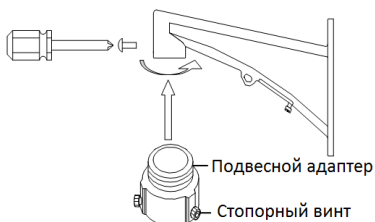

Рисунок 2-16 Подвесной адаптер
- Кронштейн на рисунке 2-7 является рекомендуемым кронштейном для данной серии скоростных поворотных камер, подвесной адаптер требуется, только если выбран другой тип кронштейна. Смотрите рисунок 2-16.